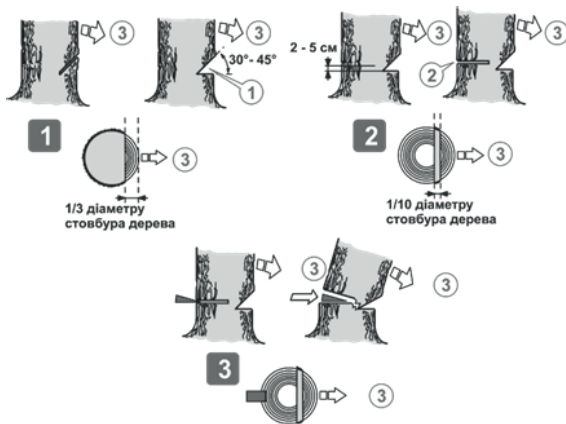

Рисунок 10. Послідовність різання під час валки дерева.
4. Запустити двигун. Пиляти дерево з того боку (3, рис. 10), куди воно має впасти (рис. 10). Під час пиляння не робити рухи тілом вперед-назад.
5. Виконати клиноподібний розпил (1, рис. 10) під кутом $30\text{--}45^\circ$, глибини якого приблизно дорівнює $1/3$ від товщини стовбура.
6. Виконати валочний розпил (2, рис. 10) із протилежного боку від клиноподібного розпили, на $2,5\text{--}5$ см вище нижнього краю клиноподібного розпили. Зупинити валочне розпилювання, коли до внутрішнього краю клиноподібного розпили залишиться приблизно $1/10$ діаметра стовбура.